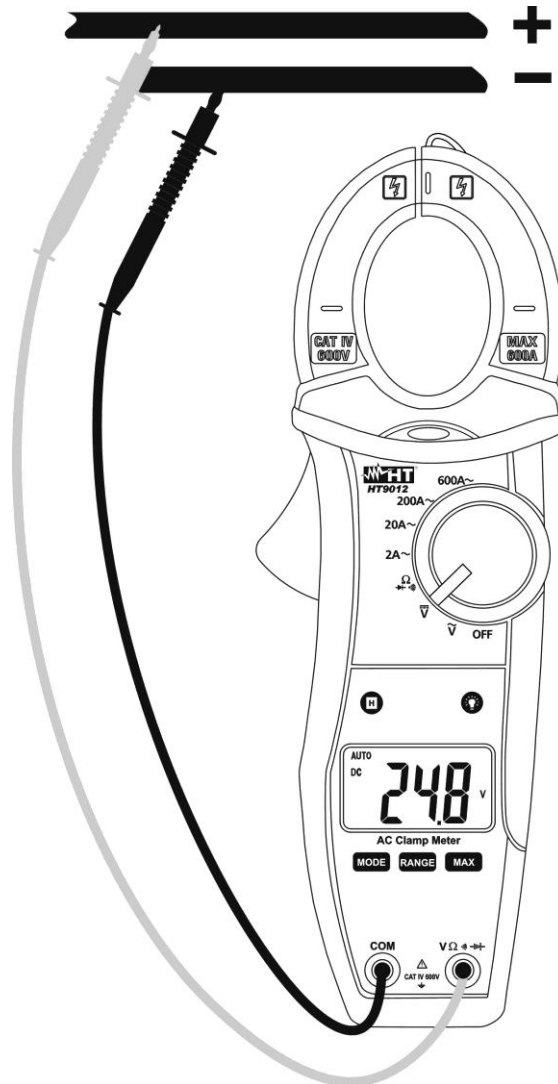

Fig. 3 : Utilisation de la pince pour mesure de tension DC
3. Insérer le câble rouge dans l'entrée du jack **V_Ω →** et le câble noir dans l'entrée du jack **COM** (voir la Fig. 3).
6. L'affichage du symbole « - » sur l'écran de l'instrument indique que la tension a une direction opposée par rapport à la connexion de la Fig. 3.